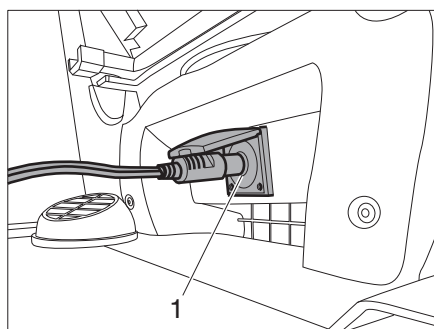

Figure 92 Raccordement 12 V sous le
- Insérer la fiche dans la prise de courant 12 V (Figure 92, 1) sous le siège.
- ▷ Brancher la boîte froide uniquement à la prise de courant 12 V (Figure 92, 1). Toutes les autres prises de courant sont alimentées par la batterie du véhicule